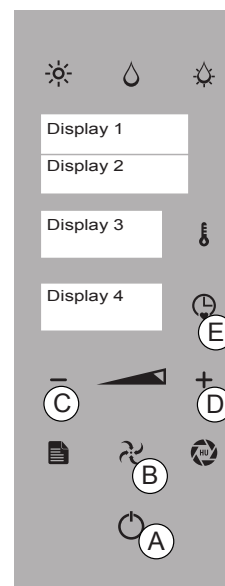

Fig. 7
1. Premere il tasto "INVIO" e premere contemporaneamente i tasti "INVIO", "VENTOLA" e "MENO" (Fig. 7/A+B+C).
2. Premere il tasto "PIÙ" (Fig. 7/D) e il tasto "INVIO" per selezionare la funzione "PARAMETRI" (Fig. 7/A - Display 1).
3. Premere più volte il tasto "PIÙ" per selezionare la funzione "CAPPA DI ASPIRAZIONE" (P11 - Fig. 7/D).
4. Premere tasto "TEMPO" (Fig. 7/E) e con il tasto "PIÙ" impostare il valore su "1".
5. Per memorizzare il parametro premere il tasto "TEMPO" (Fig. 7/E).
Tenere premuto per due volte il tasto "INVIO" (Fig. 7/A) per uscire dalle funzioni e andare in modalità "STAND BY".